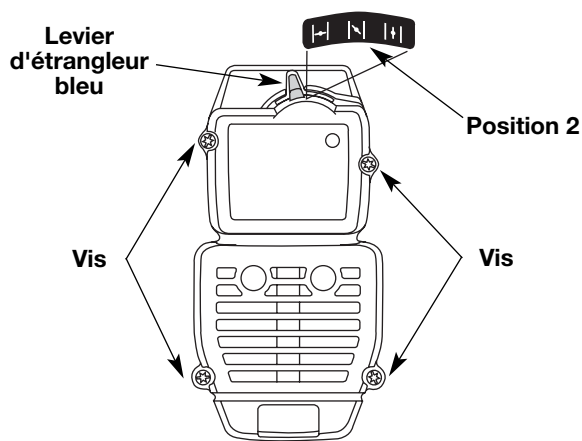

Fig. 32
REMARQUE: pour enlever le couvercle du filtre à air/silencieux, le levier bleu doit être en Position 2 (Fig. 32).
2. Retirez les quatre (4) vis retenant le couvercle du filtre à air/silencieux (Fig. 32). Servez-vous d'un tournevis à mèche no. 20 Torx.
2. Insérez les quatre (4) vis dans les trous du filtre à air/couvercle du silencieux (Fig. 32) et vissez sans trop serrer.